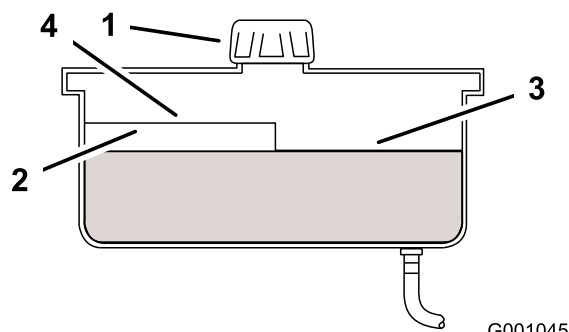

Figura 78
2. Limpe a zona em redor do tubo de enchimento do depósito hidráulico (Figura 78).
3. Retire a tampa do tubo de enchimento. Observe o interior para verificar se existe fluido no reservatório. (Figura 78).
Nota: O nível do fluido deve encontrar-se no cimo do nível quente do abafador, quando o fluido está quente (Figura 78).